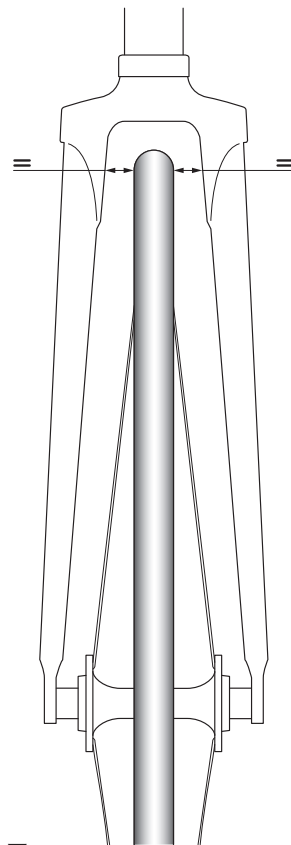

図19
- ・ ホイールがフレームのシート・ステー、またはフォークに対して、中心に取り付けられていることを確認します (図19)。